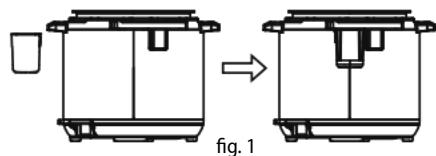

fig. 1
2. Așezați recipientul pentru condens (9), a se vedea Fig. 1.